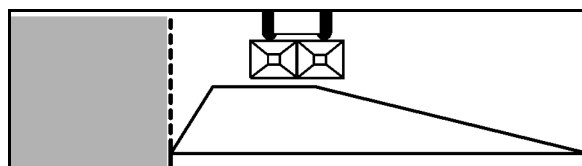

图 70
为了精确、免工具地设置各撒肥叶片的位置，每个撒播盘上配置两个不同的、不易混淆的刻度尺（图 70/1 和 图 70/2）。
- 短撒肥叶片（图 70/3）的刻度尺（图 70/1）数值从 5 到 28 而长撒肥叶片（图 70/4）的刻度尺（图 70/2）数值从 35 到 55。
- 短撒肥叶片（图 70/3）在读取边（图 70/5）旁读取设置值。
- 长撒肥叶片（图 70/4）在读取边（图 70/6）旁读取设置值。
- 撒肥叶片转到刻度尺（图 70/1 或 图 70/2）上较高数值，工作宽度变大。